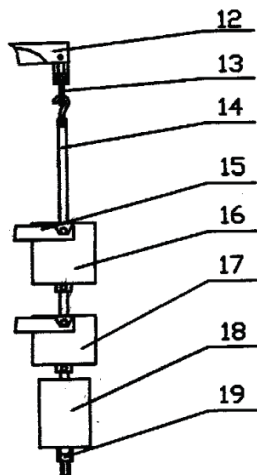

Рисунок 3
- 4. Установка грузов (рис. 3):